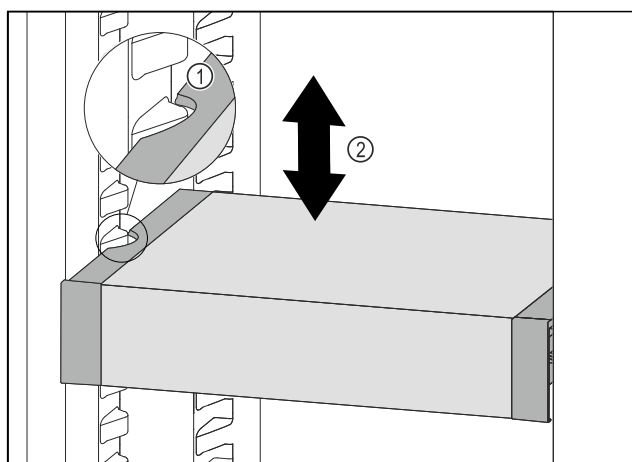

Fig. 111
- ▶ 向前移动 VarioSafe，直到 VarioSafe 两侧的凹槽与冷藏区中的容器肋梁持平。 Fig. 111 (1)
- ▶ 在冷藏区中向上或向下移动 VarioSafe，直至所需高度。 Fig. 111 (2)